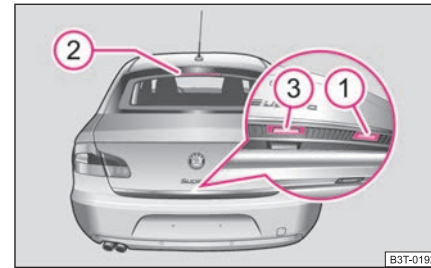

Abb. 31 Griff der Gepäckraumklappe
- Drücken Sie den Griff  ⇒ Abb. 31 an der Unterkante der Gepäckraumklappe.